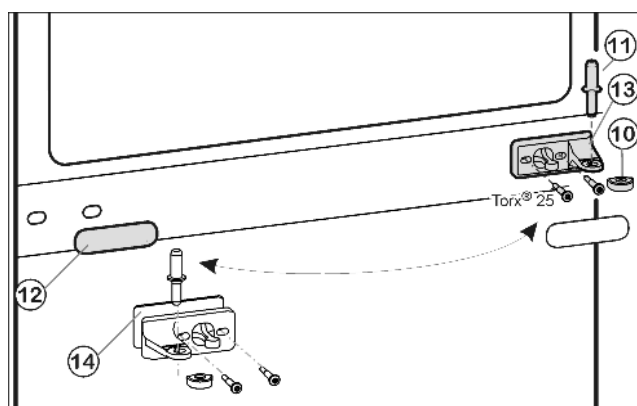
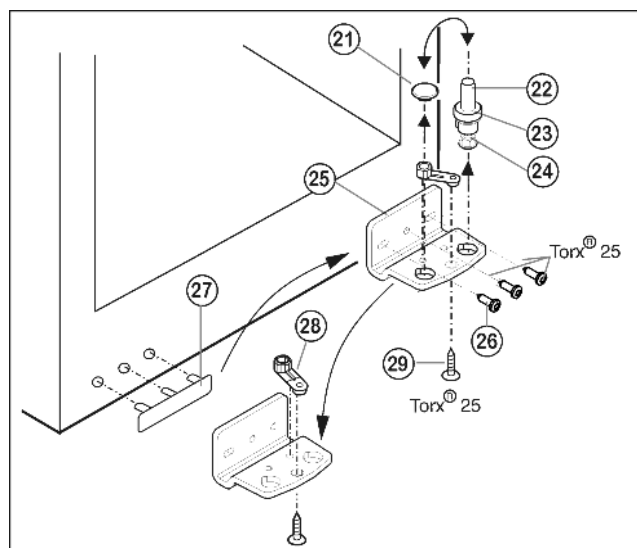

Fig. 6
Fig. 7
- ▶ Scoateți bolțul lagărului mijlociu Fig. 6 (11) din suportul lagărului și din ușa inferioară.
- ▶ Scoateți capacul din plastic Fig. 6 (10).
- ▶ Deșurubați mijlocul suportului lagărului Fig. 6 (13) (2 ori Torx® 25).
- ▶ Scoateți cu atenție masca de protecție Fig. 6 (12).
- ▶ Înșurubați strâns (cu 4 Nm) Fig. 6 (13) mijlocul suportului de lagăr Fig. 6 (14) cu suportul, rotit cu 180°, pe noua latură a balamalei.
- ▶ Cuplați din nou masca de protecție Fig. 6 (12), rotită cu 180°, pe noua latură a mânerului.
- ▶ Extrageți bolțul lagărului Fig. 7 (22) integral, împreună cu șaiba Fig. 7 (23) și piciorul reglabil Fig. 7 (24), în sus.
- ▶ Scoateți dopul Fig. 7 (21).
- ▶ Deșurubați Fig. 7 (26) suportul de lagăr Fig. 7 (25).
- ▶ Deșurubați Fig. 7 (29) piesa suport Fig. 7 (28) și montați-o la gaura opusă de montare a suportului lagărului, iar apoi înșurubați-o strâns.
- ▶ Scoateți cu atenție și mutați pe partea opusă capacul de pe partea de prindere Fig. 7 (27).
- ▶ Înșurubați **strâns (cu 4 Nm)** suportul lagărului Fig. 7 (25) pe noua parte a balamalei, folosind o șurubelniță cu acumulator dacă este cazul.
- ▶ Introduceți dopul Fig. 7 (21) în cealaltă gaură.
- ▶ Introduceți din nou bolțul lagărului Fig. 7 (22) integral, împreună cu șaiba și piciorul reglabil. Aveți grijă aici ca respectiva camă de cuplare să fie îndreptată către înapoi.
- ▶ Așezați ușa inferioară de sus pe bolțul lagărului inferior Fig. 7 (22).
- ▶ Așezați din nou capacul din plastic Fig. 6 (10) pe suportul de lagăr mijlociu Fig. 6 (13).
- ▶ Introduceți bolțul lagărului mijlociu Fig. 6 (11), pe noua latură a balamalelor, prin suportul de lagăr mijlociu Fig. 6 (13) în ușa inferioară.
- ▶ Așezați ușa superioară pe bolțul lagărului mijlociu Fig. 6 (11).
- ▶ Aliniați eventual ușile, prin intermediul celor două găuri alun-gite din suportul de lagăr inferior Fig. 7 (25) și suportul de lagăr mijlociu Fig. 6 (13), cu carcasa aparatului. Deșurubați șurubul mijlociu al suportului de lagăr inferior Fig. 7 (25).